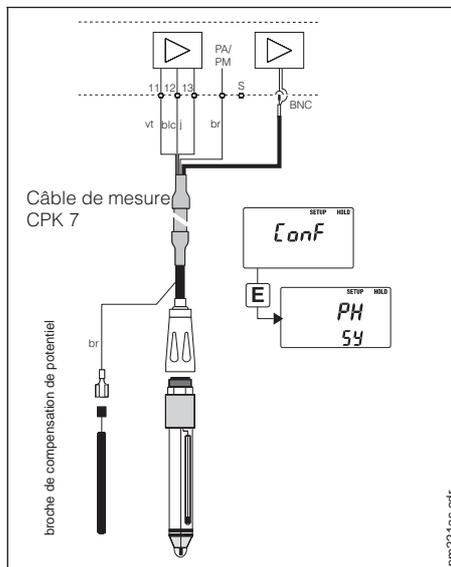

Fig 4.8 Raccordement symétrique haute impédance de l'électrode de pH
- compensation de potentiel -> raccordement symétrique haute impédance (fig. 4.8)